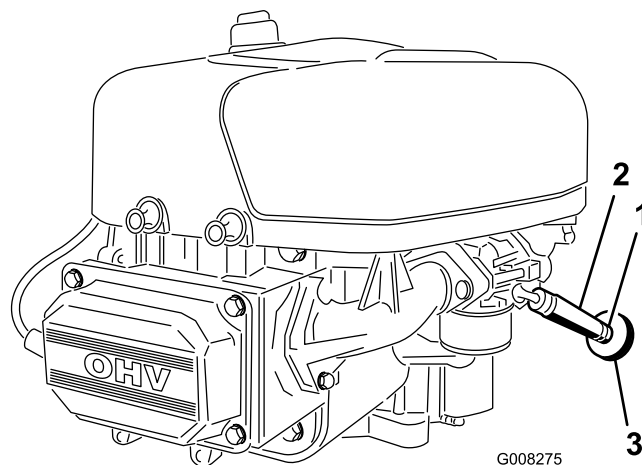

Figura 26
7. Allentate la fascetta stringitubo e spostatela in alto sul tubo del carburante, lontano dalla valvola di intercettazione del carburante (Figura 26).
8. Togliete i tubi del carburante dal filtro del carburante (Figura 26).
11. Infilate la fascetta vicino al filtro del carburante, per fissare il tubo del carburante (Figura 26).
Il momento più opportuno per sostituire il filtro del carburante (Figura 26) è quando il serbatoio del carburante è vuoto. Non rimontate mai il filtro carburante sporco dopo averlo tolto dal tubo di alimentazione del carburante.